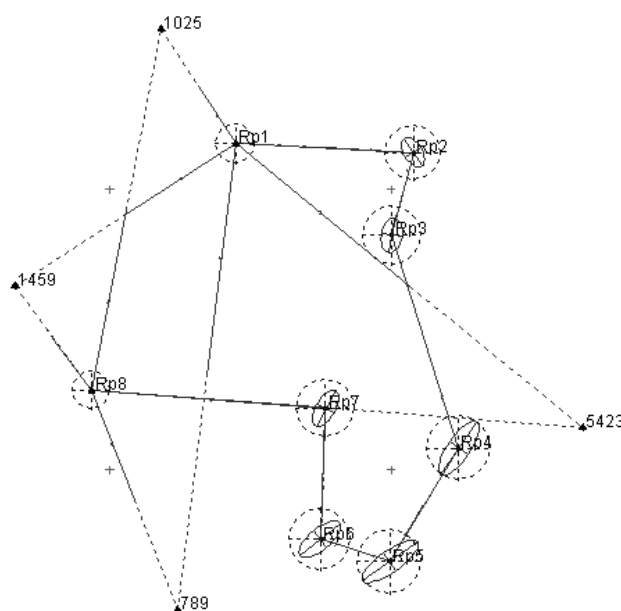

Рис. 1.10
7. Выполните совместное уравнивание сети (рис. 1.10) и просмотрите **Ведомость оценки точности положения пунктов**.